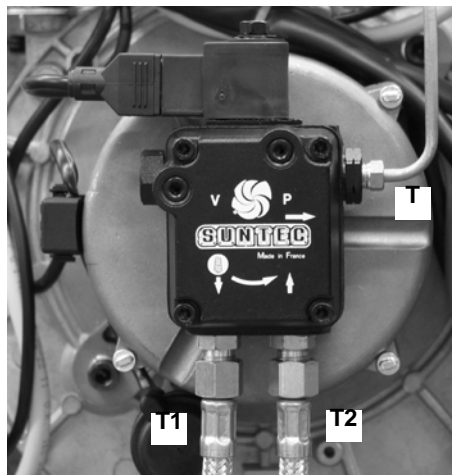

Рис. 46
- Отвинтить трубку Т подачи дизтоплива от насоса (Рис. 46).